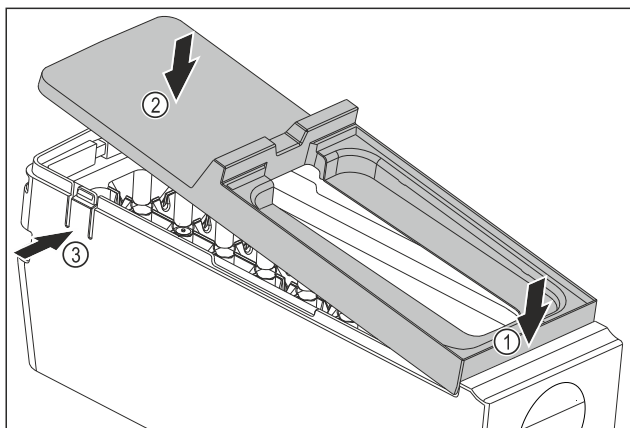

Fig. 99
- Встановіть кришку корпусу EasyTwist-Ice: Прикріпіть кришку спереду. Fig. 99 (1)
- Опустіть кришку ззаду. Fig. 99 (2)
- ▷ Кришка зі звуком фіксується в обох виступах Fig. 99 (3).